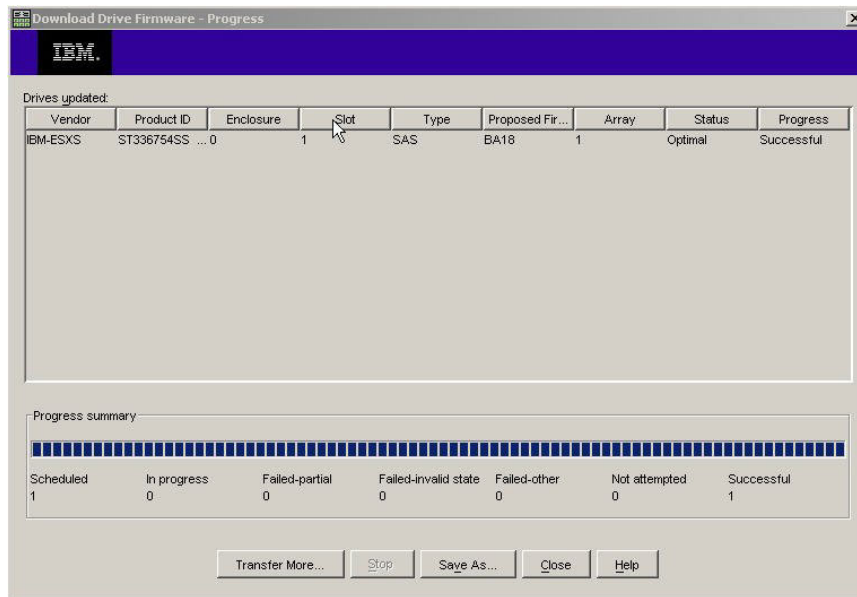

图 25. Download Progress 窗口
10. 当显示 Download Drive Firmware 警告窗口和消息 Do you want to continue? 时，请输入 yes 并单击 **OK** 开始下载驱动器固件。这时将打开 Download Progress 窗口，如第 94 页的图 25 所示。在下载过程完成之前，请勿干预下载。